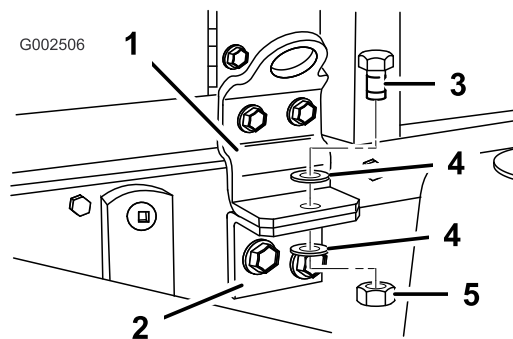

図 23
15. タンク台をフレームに固定する； ボルト ((1/2 x 1-1/2 インチ))、ワッシャ ((1/2 インチ)) 2枚、ロックナット ((1/2 インチ)) を使用して図 23のように取り付ける。